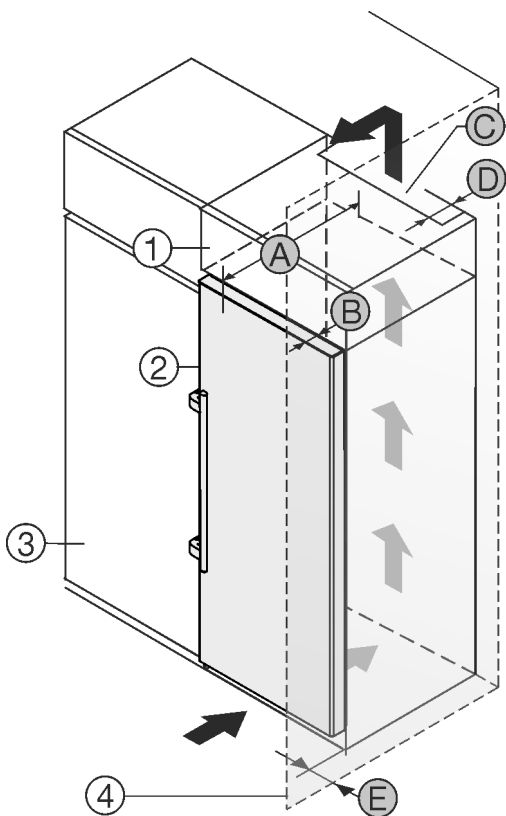

Fig. 2
- (1) Armario superior \*
- (2) Aparato \*
- (3) Armario de cocina \*
- (4) Pared \*
- (A) Profundidad del aparato \*
- (B) Profundidad de la puerta \*
- (C) Sección transversal de ventilación \*
- (D) Distancia con respecto a la parte trasera del aparato \*
- (E) Distancia con respecto al lateral del aparato \*
Puede colocar el electrodoméstico directamente al lado del armario de cocina Fig. 2 (3).\*
En la parte trasera del armario superior debe haber una cámara de salida de aire con una profundidad Fig. 2 (D) que abarque toda la anchura del armario.\*
Bajo el techo de la estancia debe mantenerse la sección transversal de ventilación Fig. 2 (C).\*
Si el electrodoméstico se instala con las bisagras junto a una pared Fig. 2 (4), la distancia entre el electrodoméstico y la pared debe ser de como mínimo 57 mm. Esto equivale al saliente del tirador con la puerta abierta.\*
Para poder abrir totalmente la puerta, el electrodoméstico debe sobresalir la profundidad de la puerta Fig. 2 (B) respecto del frente del armario de cocina. El electrodoméstico puede sobresalir más en función de la profundidad de los armarios de cocina Fig. 2 (3) y del uso de distanciadores de pared.\*